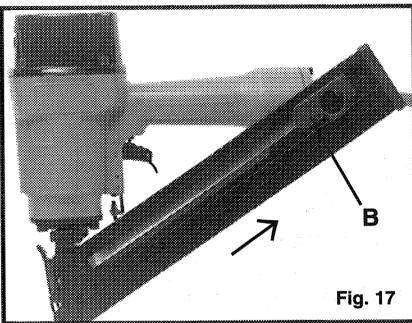

Fig. 17
4. Tire (jale) el casquillo empujador (seguidor) (B) Fig. 17, hasta el extremo trasero de la recámara y suéltelo. El casquillo aplicará presión a la tira de clavitos para alimentar el mecanismo de accionamiento.